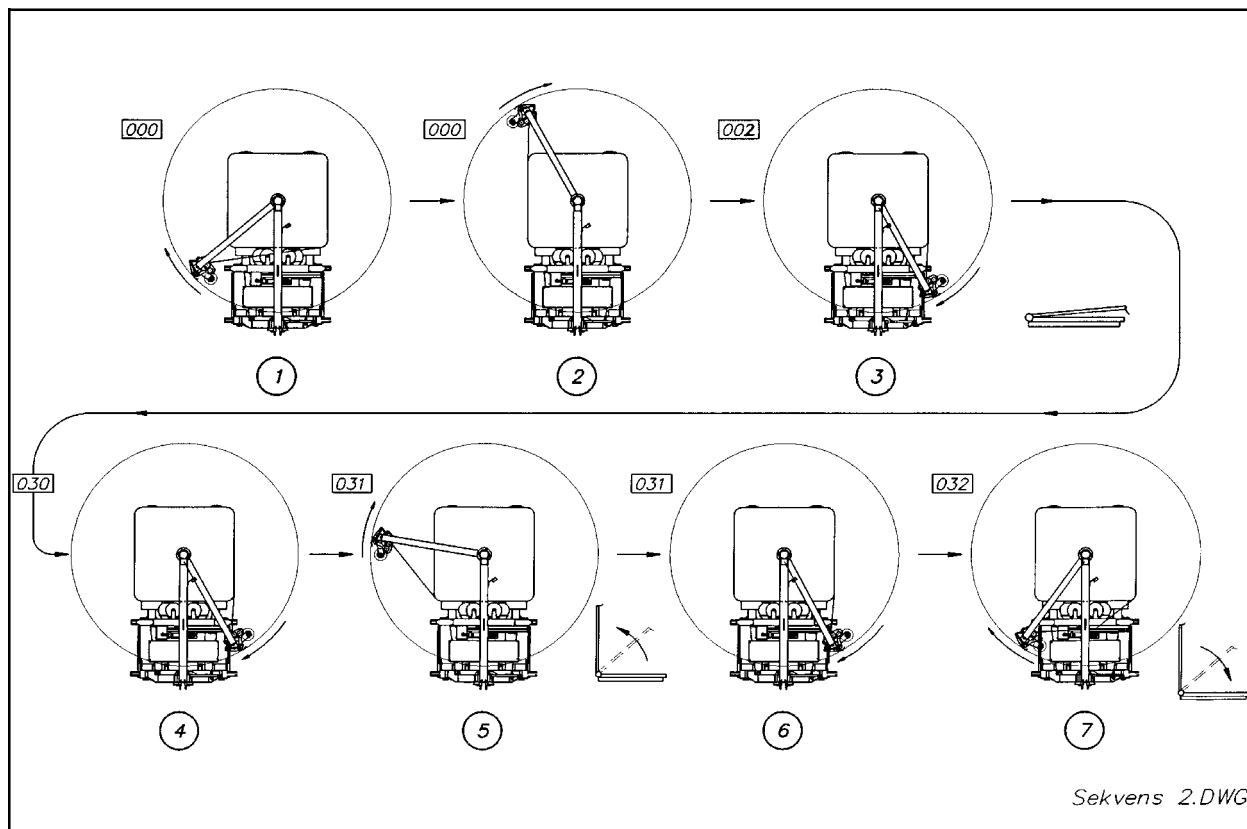

Fig. 10-2 PAKKESEKvens.
10.8 **Forklaring til fig. 10-2.**
Fig. 10-2 viser hvor i pakkesequensen de forskjellige ting skal skje når styreboksen er riktig programmert. (Tall i firkant indikerer telleverket).